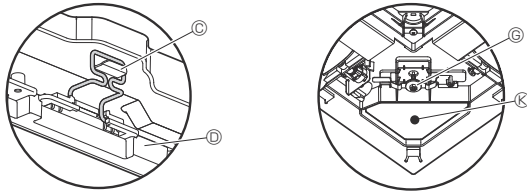

Fig. 9-7
- Պտուտակն ամրացնելուց հետո համոզվեք, որ վանդակաճաղի երկու կեռիկները (Fig. 9-7) ամրացված են հիմնական բրկի կեռիկներին: